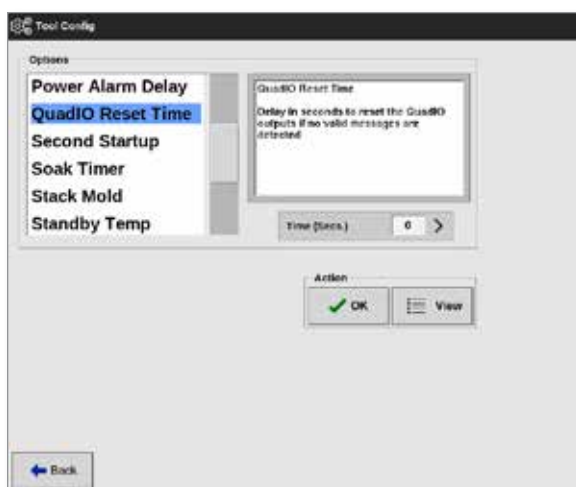

Figura 13-2 Scelta del timer di reset Quad IO
4. Scegliere Quad IO Reset Timer (Timer reset Quad) IO dall'elenco delle opzioni. Vedere la Figura 13-2.